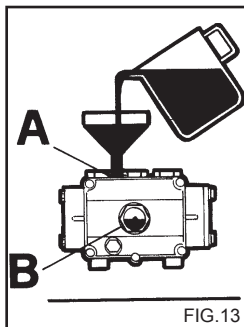

FIG.13
4. Заверните сливную пробку и налейте новое масло через заливную горловину (Рис.13А) пока оно не достигнет необходимой отметки в смотровом окошке (Рис.13В).